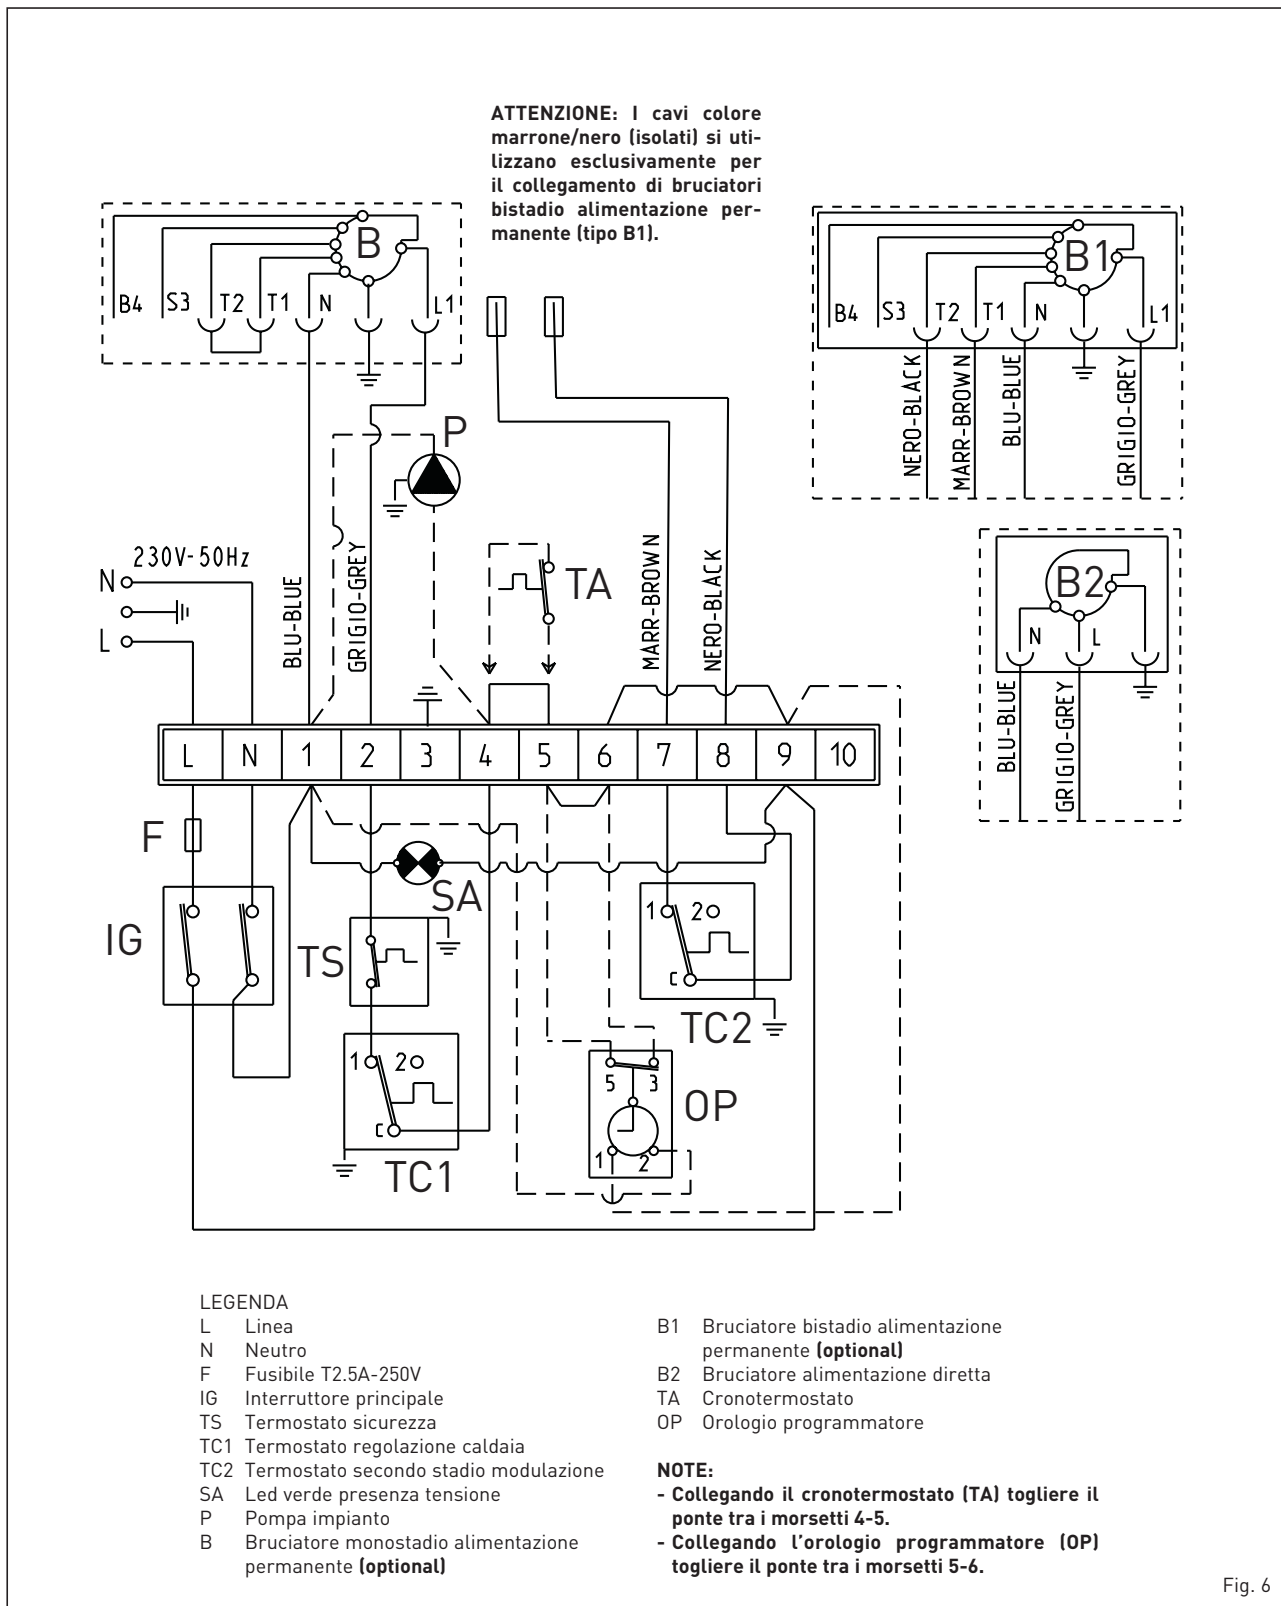

Fig. 6
2.5 ALLACCIAMENTO ELETTRICO (fig. 6)
stallazione è d'obbligo per ottenere una migliore regolazione della temperatura ambiente, dovrà essere collegato come indicato in fig. 6.